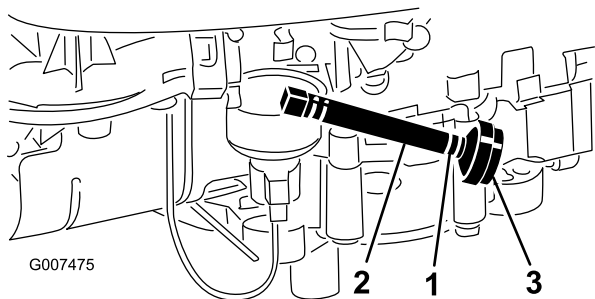

Figura 28
8. Apriete los extremos de la abrazadera y deslícela por el tubo de combustible hacia el depósito de combustible (Figura 28).
9. Tire del tubo de combustible para separarlo del filtro (Figura 28) y deje que la gasolina se drene en un recipiente apropiado.
**Nota:** El mejor momento para cambiar el filtro de combustible (Figura 28) es cuando el depósito de combustible está vacío. No instale nunca un filtro sucio que haya sido desmontado del tubo de combustible.
7. Apriete los extremos de las abrazaderas y deslícelas por el tubo alejándolas del filtro (Figura 28).